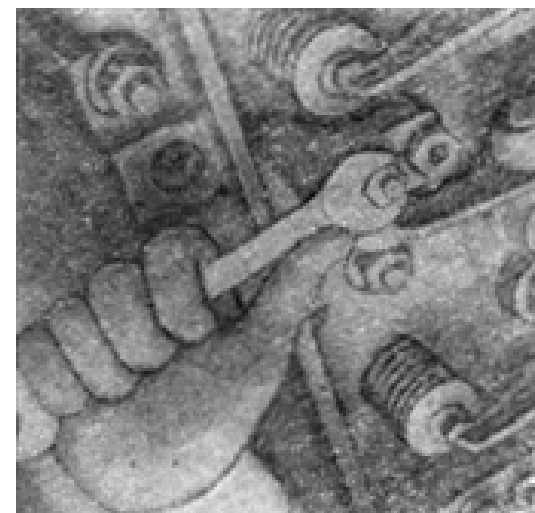
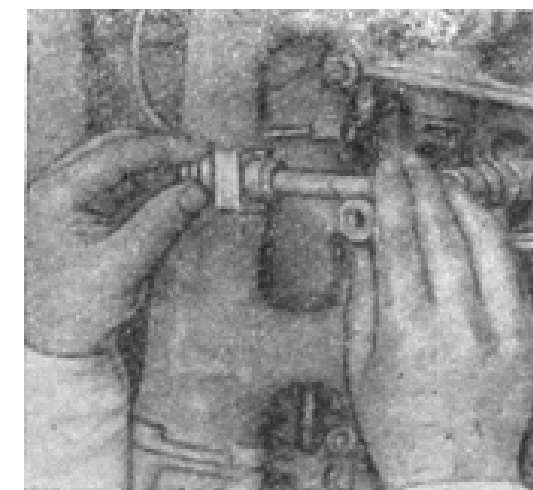

Рис. 20. Отвертывание гайки скобы форсунки
Рис. 21. Снятие форсунки
5. Отвернуть гайку скобы крепления форсунки (рис. 20), снять скобу, снять форсунку (рис. 21), закрыть деревянной пробкой гнездо форсунки.